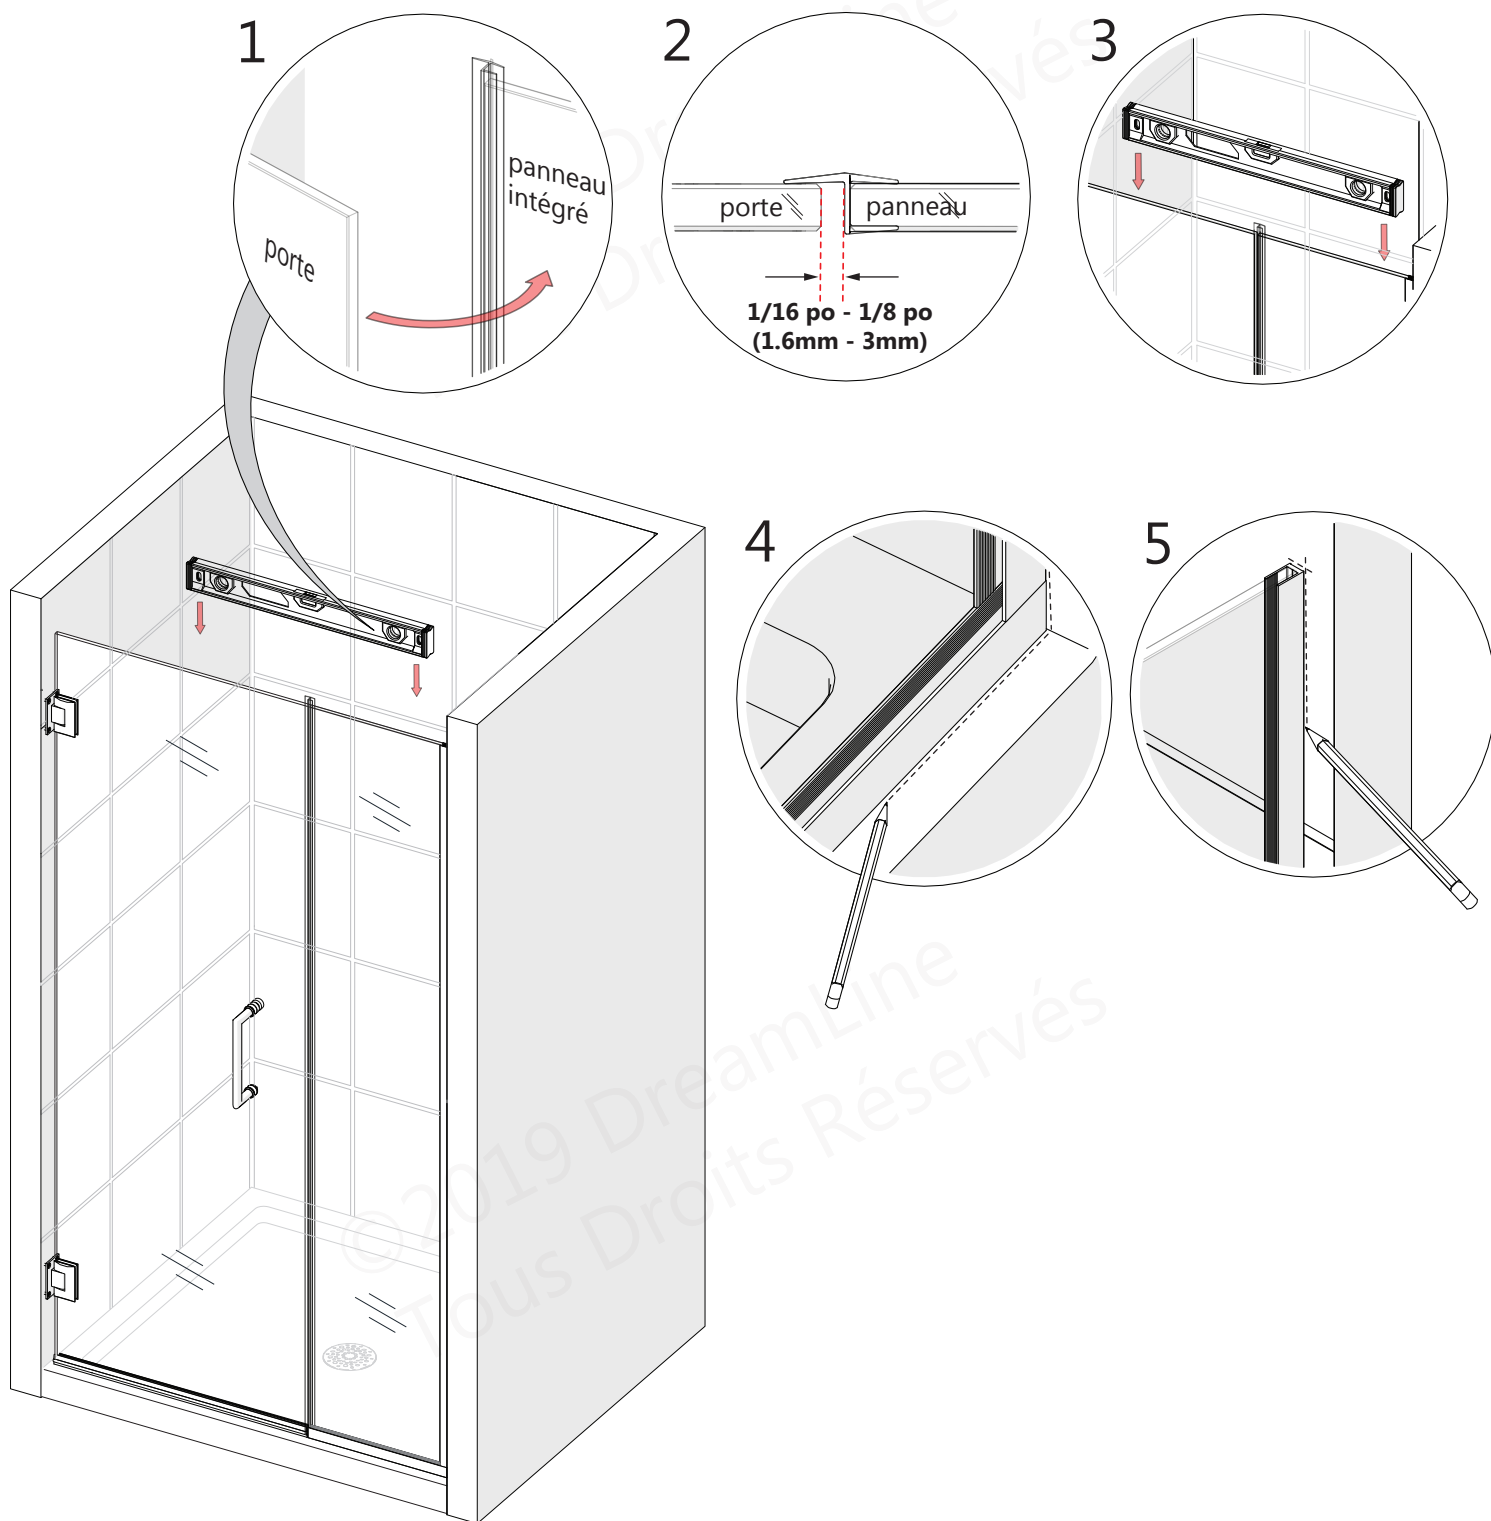

Fig 4
4. Fermez la **Porte** et alignez le **Panneau Vitré (N° 11)** avec la **Porte Vitrée**. Utilisez le repère sur le seuil (de l'Étape 1) pour vous assurer que la **Porte** est perpendiculaire au mur. Si nécessaire, ajustez la position du **Panneau Vitré (N° 11)** afin que la **Gâche de Vinyle 180° (N° 19)** garde un contact uniforme avec la porte vitrée pour créer de haut en bas un joint hermétique. Marquez la position des **Profils en U** sur le mur et le seuil. **(Fig 4)**